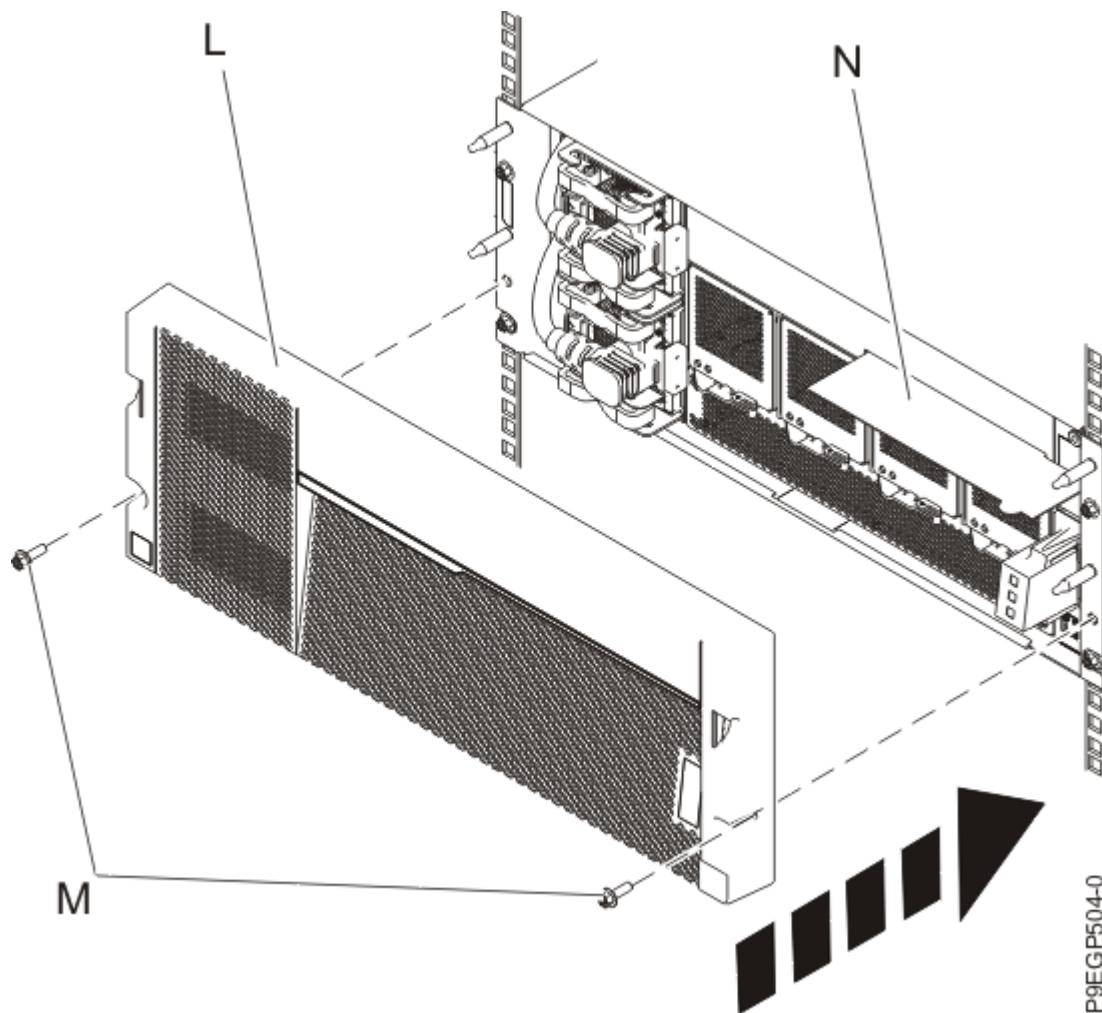

Figura 10. Instalando a tampa e o cartão de informações de serviço
- a) Pressione a tampa (**L**) no lugar e prenda-a com dois parafusos M5 (**M**) nos trilhos esquerdo e direito, conforme mostrado em Figura 10 na página 14.